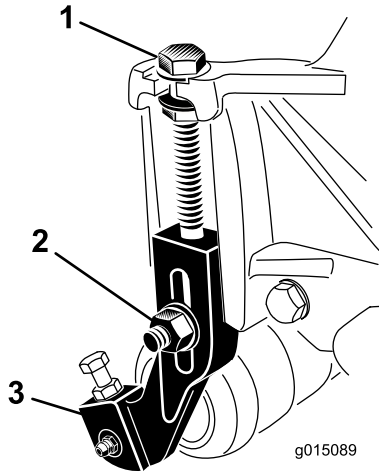

图 15
1. 松开将剪草高度支架固定到滚刀组侧板上的锁紧螺母 图 15。